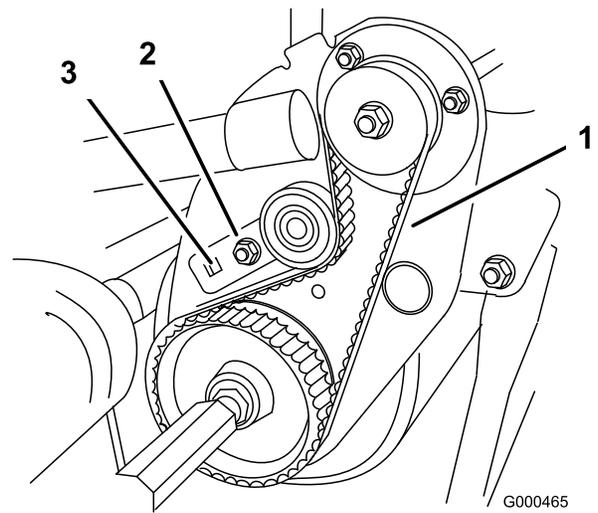

Figura 47
B. Usando una llave dinamo métrica de 3/8 pulgadas, gire el soporte de la polea tensora con una fuerza de 3,9–4,5 Nm para ajustar la tensión de la correa (Figura 47). Sin variar el ajuste de la llave dinamo métrica, apriete el perno de montaje del soporte de la polea tensora (La arandela de bloqueo evita que se desplace la correa). No tense demasiado la correa.